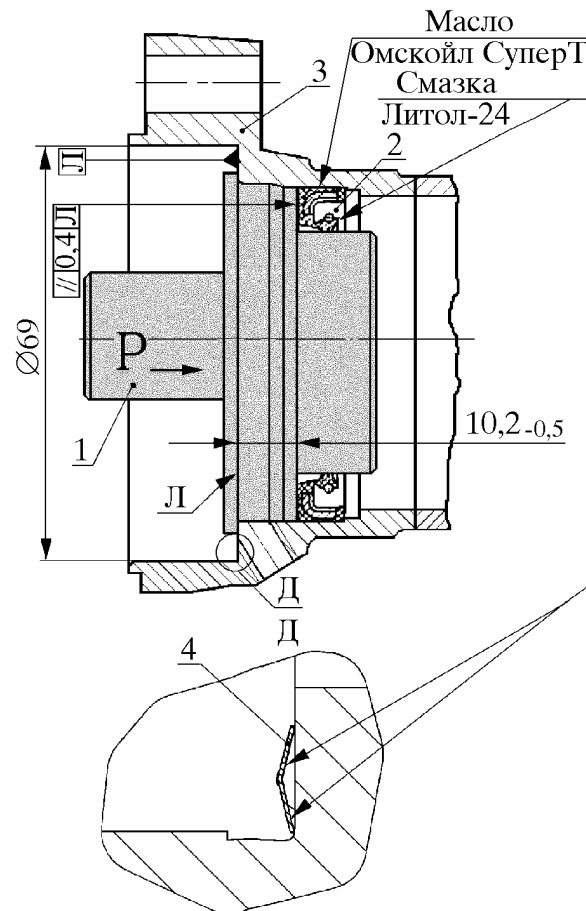

Рис. 19. Запрессовка манжеты во фланец кожуха полуоси и установка пружинной прокладки:
6.11.1. Нанести на посадочную поверхность манжеты 2 (рис. 19) тонкий слой масла. Заполнить полость манжеты смазкой на 2/3 ее объема
**6.12. Вставить в канавку фланца 3 кожуха полуоси пружинную прокладку 4**, смазав прилегающую поверхность прокладки смазкой, как показано на рис. 19